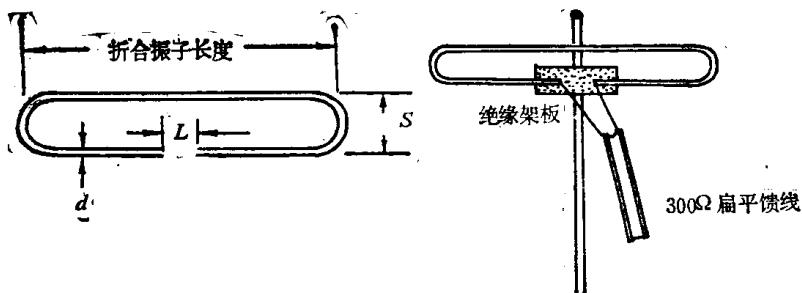

图 1-4 折合振子天线安装示意图
(2) 折合振子天线，它的形状和安装示意图见图1-4。振子尺寸见表1-3。